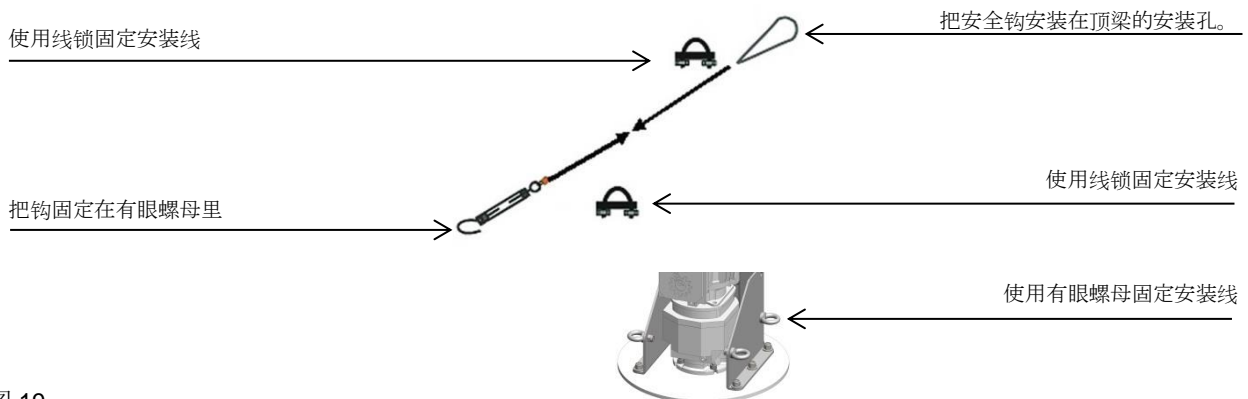

图 19
**注意** 使用安装线张紧器紧固安装线，用手压住安装线，然后转3次（图 19）。